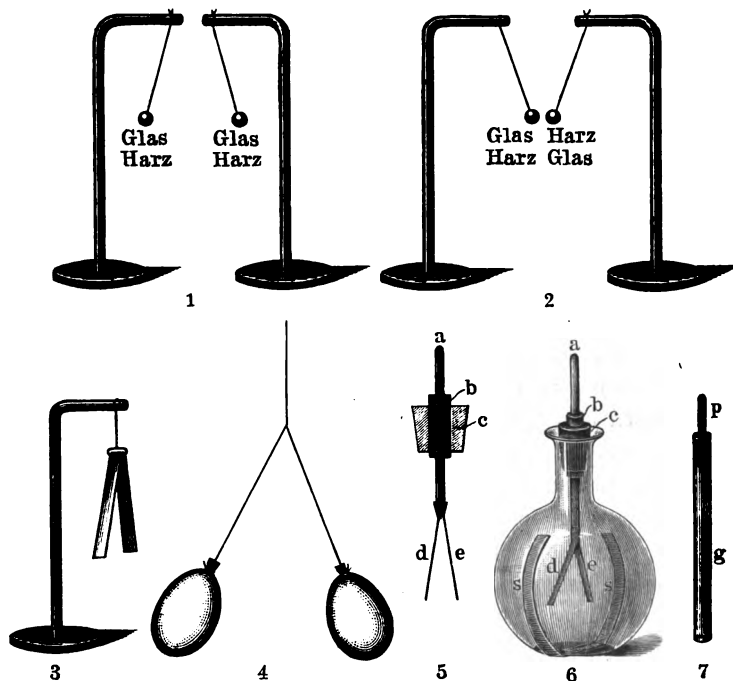

Fig. 107. Electroscopie.
ladene Kugeln streben auseinander (Fig. 107, 1). Satz: Gleichnamige Elektrizitäten stoßen sich ab.
3. Zwei Kügelchen, das eine mit Glaselektrizität, das andere mit Harzelektrizität geladen, ziehen sich an (Fig. 107, 2). Satz: Ungleichnamige Elektrizitäten ziehen sich an.
Ein etwa 20 cm langes und 1 bis 2 cm breites Streifen aus leichtestem Seidenpapier wird in der Mitte geknickt (Fig. 107, 3) und mittels eines kleinen Drahtbügels an dem Glasstativ aufgehängt. Die Blättchen hängen dann schlaff nebeneinander herab. Streicht man jedoch mit einer geriebenen Glas- oder Siegellackstange oben über den Draht, so treten augenblicklich die Blättchen auseinander, da sich ihnen die Elektrizität mitgeteilt hat und sie jedenfalls gleichnamig elektrisch geworden sind, gleichgültig, ob die Elektrizität Glas- oder Harzelektrizität war.
Je leichter die Blättchen sind, desto empfindlicher sind sie, um so mehr muß man sie jedoch auch vor Zugluft hüten, am besten durch Einschluß in ein Glas. Es ist unseren Lesern durchaus zu empfehlen, sich ein empfindliches Elektroskop anzufertigen, um so mehr, als die Herstellung eigentlich ohne Mühe geschehen kann. Die Blättchen *de* (Fig. 107, 5 und 6) bestehen aus unechtem, in den Papierwarenhandlungen käuflichem, Blattgold und sind mit Eiweiß an einem dicken Draht *a* befestigt, der unten mit zwei schrägen Flächen zugespitzt, oben aber rundgefeilt und mit Schmirgelpapier poliert ist. Die Goldblättchen sollten etwa 4 bis 5 cm lang, aber nicht breiter als 2 bis 3 mm sein. Sie mit der
Ein derartiges Elektroskop ist nun für die Einwirkung eines geriebenen Stabes direkt viel zu fein. Die Blättchen kämen in die Gefahr, umzutodnen und zu zerreißen. Um dennoch die Art der Elektrizität untersuchen zu können, bedient man sich des sogenannten Probestäbchens (Fig. 107, 7). Seine Anfertigung macht kaum eine nennenswerte Mühe, denn es besteht nur aus einem Glasröhrchen *g* als Handhabe, in das ein beiderseits rundgeseiltes, starkes Stückchen Draht mit Siegellack eingekittet ist. Mit diesem Stäbchen berührt man den auf seine elektrische Beschaffenheit zu untersuchenden elektrischen Körper, erhält durch Mitteilung etwas von der Elektrizität und bringt sie so auf das Elektroskop herüber, das bei *a* berührt wird. Die Blättchen streben dann mehr oder weniger auseinander.
Elektrische Schweinsblasen. Sehr hübsch und vielen Zuschauern sichtbar, kann die Abstoßung an zwei großen, mit Luft gefüllten Schweinsblasen gezeigt werden, die an einem seidenen Doppelfaden, der jedoch mindestens zwei Meter lang sein muß — in der Abbildung (Fig. 107, 4) ist er der Raumersparnis wegen zu kurz gezeichnet — zunächst einträchtig nebeneinander hängen. Streicht man sie jedoch mit den Händen oder berührt man sie gar beide mehrere Male mit dem geriebenen Glasstabe, so sind sie elektrisch geworden und streben weit auseinander, was einen sehr sonderbaren Anblick gewährt, da sie so scheinbar allen Gesetzen der Schwere Hohn sprechen. Je leichter die Blasen sind, desto schöner gelingt das Experiment. Ganz vortrefflich eignen sich daher statt der Blasen Kollodiumballons, die der Leser bereits herstellen lernte (Seite 56). Sie übertreffen in der Tat die Schweinsblasen wesentlich und man hat, wenigstens bei trockener Luft, keine große Not, sie zu entladen und wieder aneinander zu bringen. Denn, wenn man auch die Hände ruhig an den Ballon legt, so ist doch eine Reibung dabei nie ganz zu vermeiden, die stets von neuem wieder Elektrizität erzeugt.